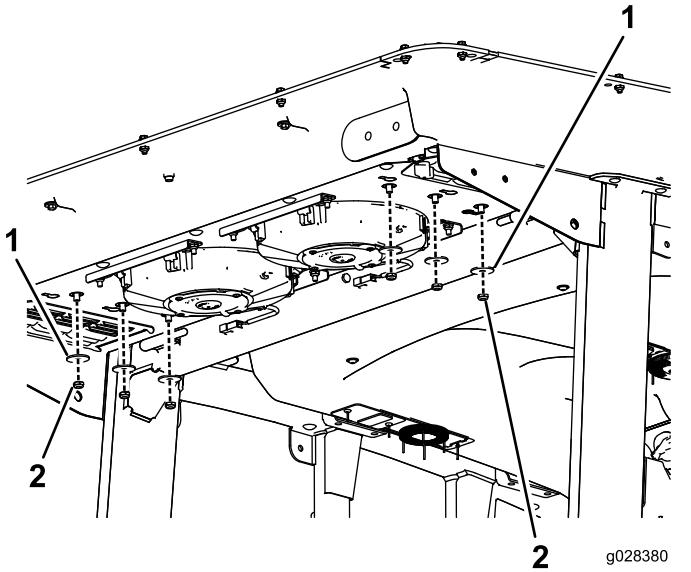

Bild 122
2. Entfernen Sie die sechs Schrauben und Muttern von der Unterseite des Kabinenhecks (Bild 122).